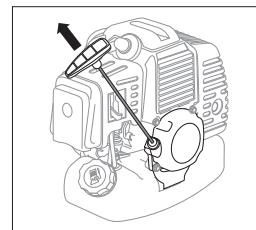

fig. 11
6. En retenant le coupe-bordure tirez lentement le poignet de démarrage jusqu'à l'accrochage dans le mécanisme de démarrage. Après cela retirez énergiquement la corde à 50-60 cm (fig. 11). Pour éviter l'endommagement du corps du démarreur ne laissez pas le poignet du démarreur, laissez-le revenir doucement en position initiale. Répétez ces mouvements 3 à 5 fois jusqu'à la première étincelle du carburant dans le moteur. Toutefois le moteur ne doit pas se mettre en marche.